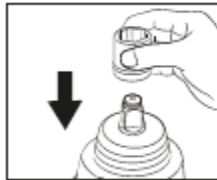

Fig. 9A
2. Om een dop te bevestigen, lijnt u de accessoire uit met het aambeeld en duwt u het stevig over de borging. (Fig. 9A)